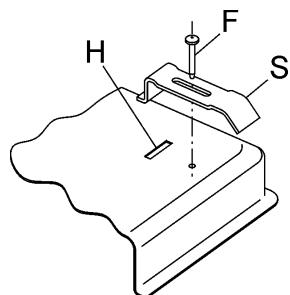

РИС. 10
- Закрепите рабочую поверхность скобами „S”, совместив их выпуклую часть с прорезями в нижней части „H” и прикрутив винтами „F” (см. рис. 10).